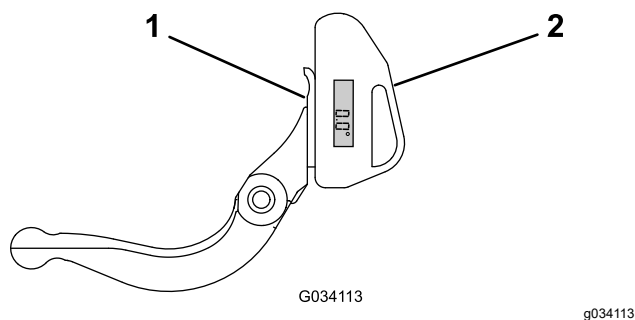

図 23
1. 図 23に示すように、ベッドナイフの底部に傾斜計をセットする。